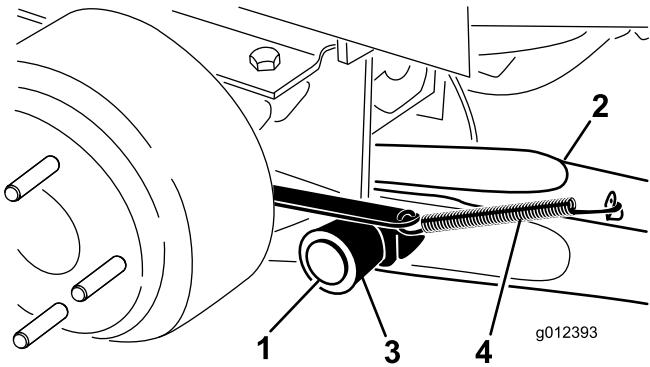

図 3
- ピボット・ピン 1 本、コッター・ピン 1 本を使って、ピボット・ブラケットに昇降アームを取り付ける(図 3)。昇降アームを、曲がった部分が外側を向くようにして取り付ける。
| 5. ブレーキ・リターン・スプリングを昇降アームのタブ引っ掛ける(図 3)。 | |